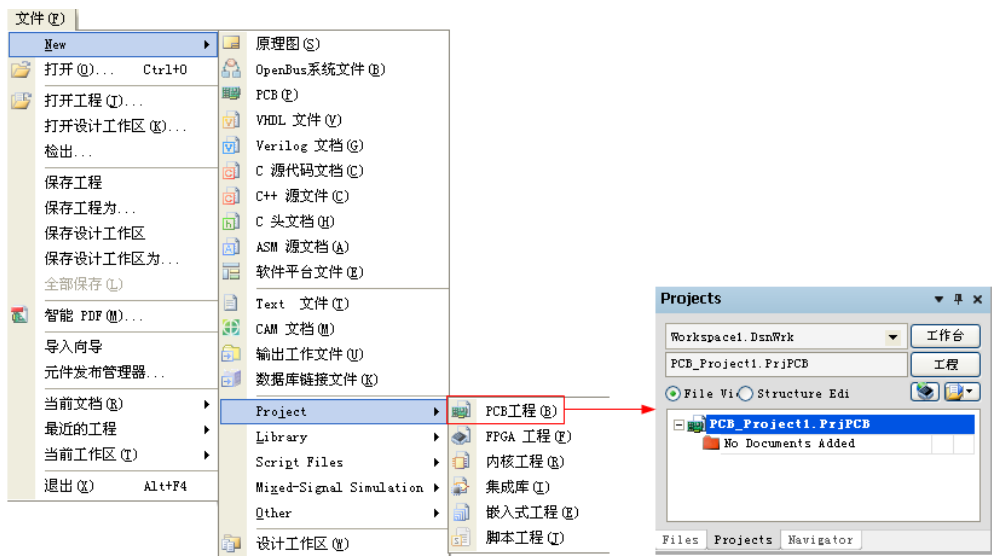

图 8-26 创建 PCB 项目文件
(1) 新建项目并创建原理图文件
Step1 启动 Altium Design 13,单击菜单栏中的“文件”→“New (新建)”→“Project (工程)”→“PCB 工程 (印制电路板文件)”命令,创建一个 PCB 项目文件,如图 8-26 所示。